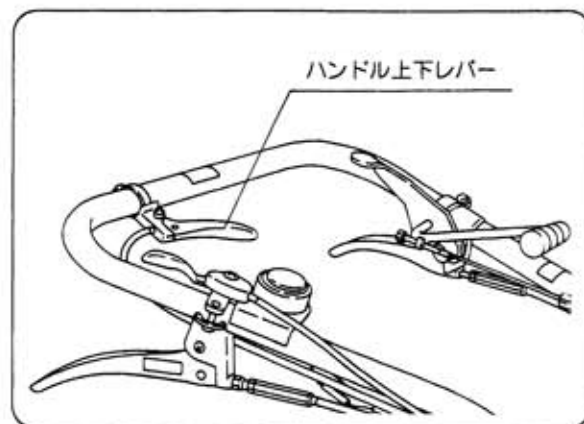

図19
① ハンドル上下レバーを握りハンドルを上にあげてから操作してください。(図19)
② ロータリー回転と適応作業